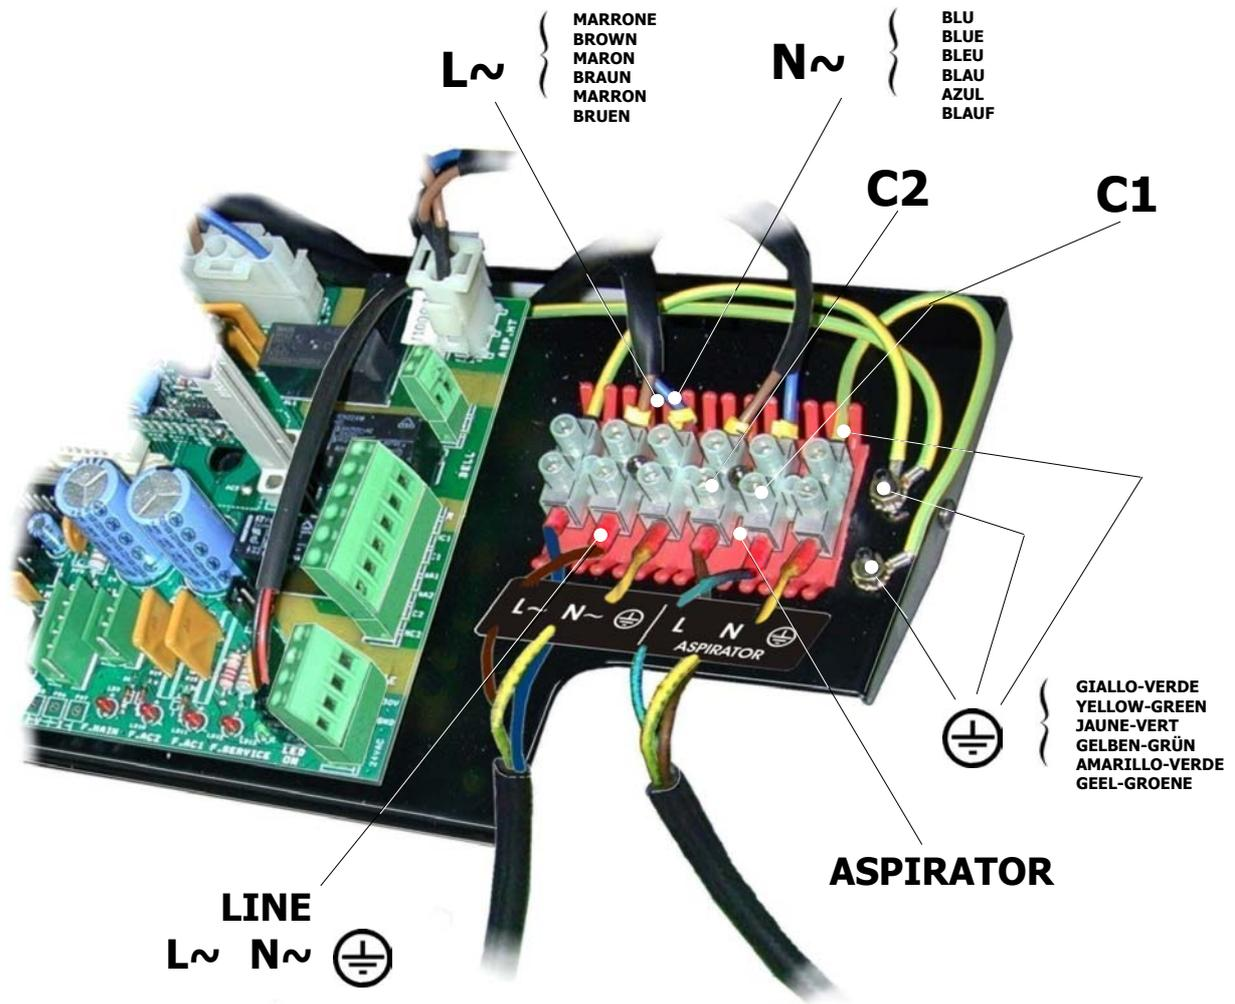

Fig. 1.3 – Connexion électrique boîte d'alimentation
- 1) Desserrer les trois vis (1.1.1 - fig. 1.1), soulever la couverture de protection (1.1.2) et raccorder le câble d'alimentation arrivant du sol aux trois bornes marquées de l'indication "**LINE**" sur le bornier général d'alimentation: le conducteur **marron** à la borne marquée de l'indication **L~**, le conducteur **bleu** à la borne marquée de l'indication **N~**, le conducteur **jaune/vert** à la borne marquée de l'indication  (fig. 1.3).